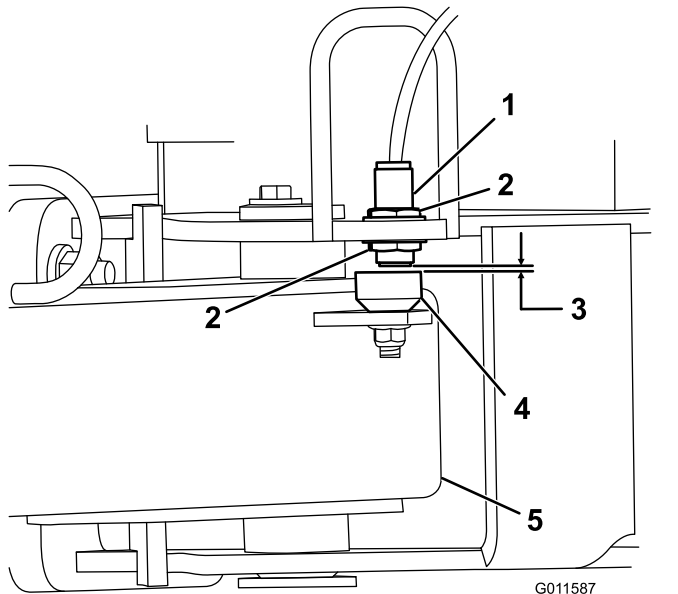

Bild 4
5. Lösen Sie die Klemmmuttern, mit denen der Initiator am Rahmen befestigt ist. Senken Sie den Schalter ab, bis er 2,6 mm bis 4,0 mm von der Sensorplatte an der Anbauvorrichtung ist (Bild 4). Ziehen Sie die Klemmmutter an, um die Einstellung beizubehalten.